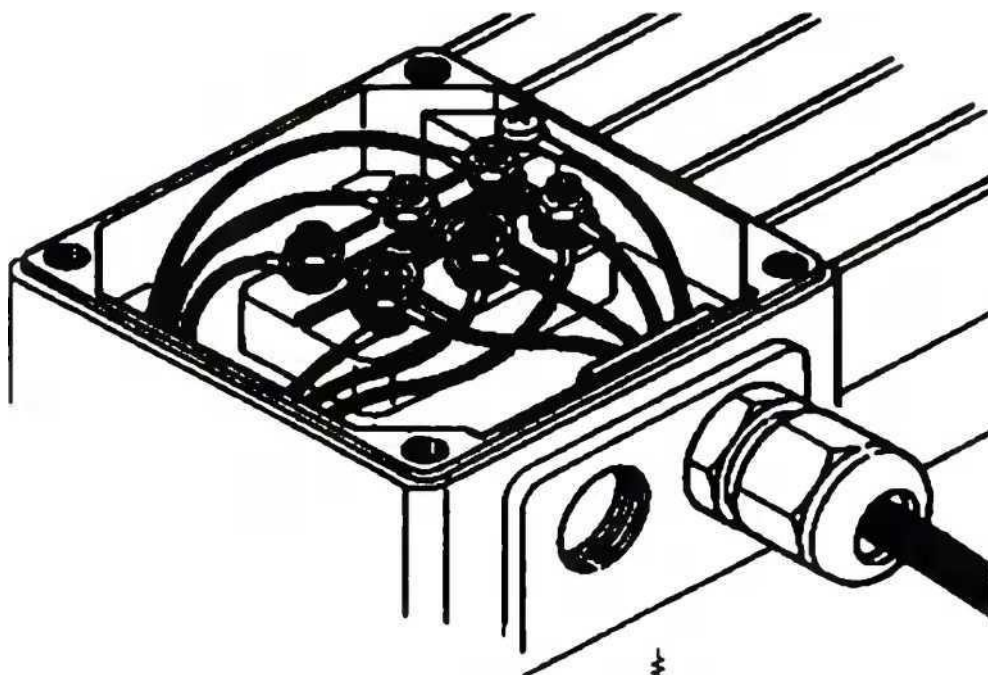

Rys. 2
- Uziemiony przewód powinien być podłączony do wszystkich metalowych części urządzenia, które nie przewodzą prądu, ale które są otwarte i mogą przypadkowo zostać pod napięciem (rys. 2 i 4, s. 8 i 10).